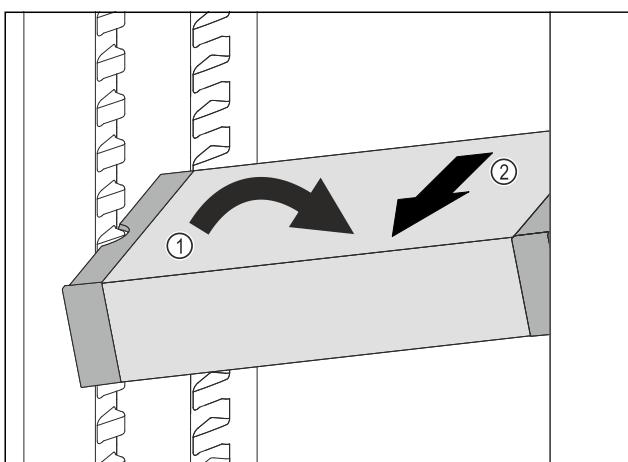

Fig. 124
- Наклонете VarioSafe в хладилната част. Fig. 124 (1)
- Извадете VarioSafe напред. Fig. 124 (2)